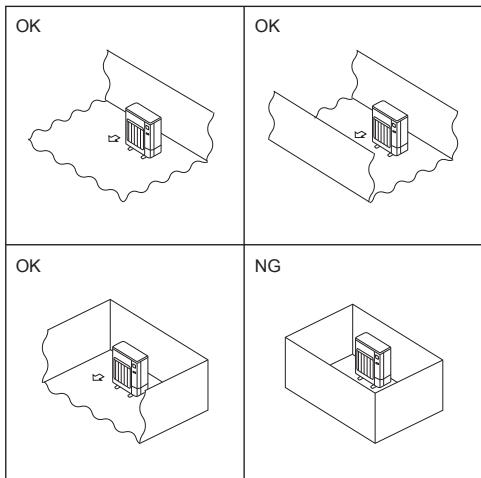

Fig. 2-2
- ◎ Installera utomhusenheter på en tillräckligt stor plats där minst en av de fyra sidorna är öppen och det inte finns några nedslänknings. (Fig. 2-2)